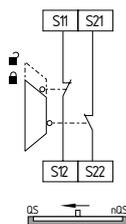

Fig. 17
**Circuito de monitorización de un resguardo de seguridad de dos canales con dispositivo de enclavamiento según EN ISO 14119 (véase fig. 17)**